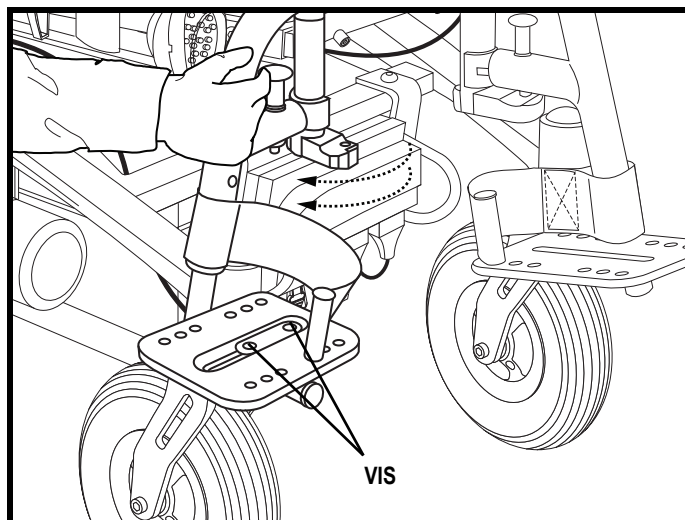

Figure 20. Réglage du rétractable
1. Retirez les vis de réglage du SFR. **Voir la figure 20.**